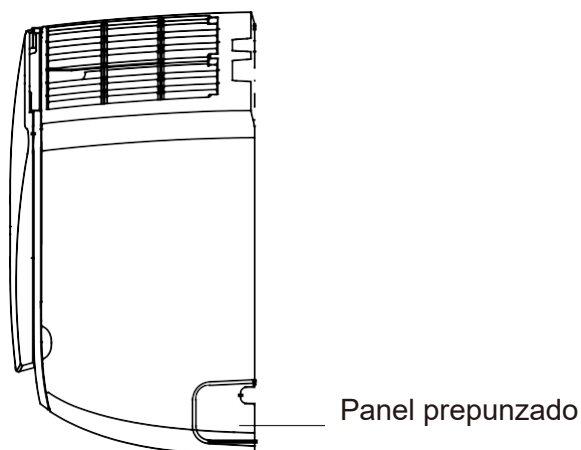

Figura 3.3
2. Si el agujero de la pared se encuentra detrás de la unidad, deje el panel prepunzado en su lugar. Si el orificio se encuentra al costado de la unidad interior, retire el panel prepunzado de plástico de ese lado de la unidad (Consulte la **Figura 3.3**). Esto creará una ranura por la que la tubería podrá salir de la unidad. Utilice pinzas de punta si se le dificulta retirar el panel de plástico a mano.